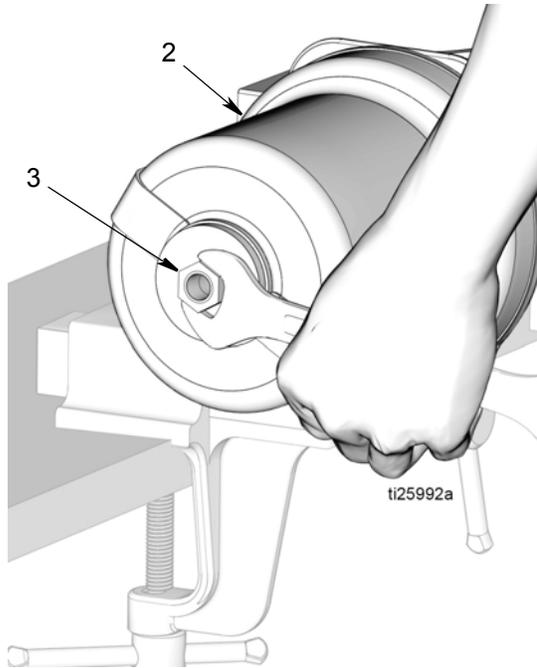

FIG. 54
- e. Enrosque la tuerca de tope del pistón (3) en la parte superior del cilindro de aire (2) como se observa en FIG. 54. Apriete la tuerca con la llave. Apriete después la tuerca a un par de 15 a 17 ft. lbs (20,3 a 23,1 N·m).